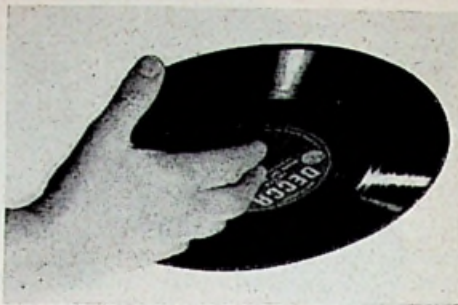
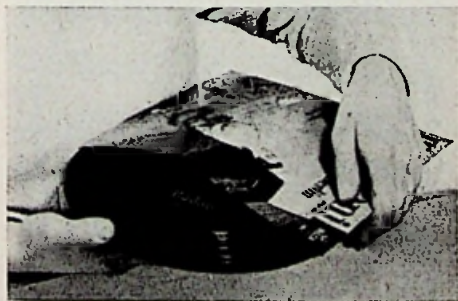

Fig. 73b
Fig. 74 - Het inbrengen of uithalen van een plaat in en uit de hoes
i.p.v. brandschone handen, maar een feit is het dat iedere vingerafdruk een vieze vette vlek op het plaatoppervlak achterlaat, waarop stofdeeltjes zich komen vastzetten. Dit huidvet/stofmengsel is zeer moeilijk te verwijderen, daar het akelig goede hechting aan 't plaatoppervlak vertoont. Past u a.u.b. géén huishoudelijke ontvlekkingsmiddelen toe; in verreweg de meeste gevallen tasten deze 't platenmateriaal aan! Vingerafdrucken dienen dus te worden vermeden, m.a.w. raak het plaatoppervlak, althans het van groeven voorzien gedeelte, nooit met de vingers aan! De plaat dient altijd te worden gehanteerd op de wijze geïllustreerd in fig. 73a; de vingertoppen van beide handen houden de schijf aan de omtrek beet. Een methode om de plaat met één hand vast te houden wordt in fig. 73b aangegeven. Het inbrengen en uithalen van de plaat in en uit de beschermende hoes, kan het beste gebeuren door de hoes tussen borst en linkerhand te klemmen, waardoor de hoes als het ware opspringt. De plaat kan dan vrij eenvoudig uit de hoes worden genomen, resp. er in geschoven, door deze op de in fig. 73b aangegeven wijze vast te pakken. De middelvinger onder het middengat en de duim om de rand geklemd. Op deze wijze glijdt de plaat in en uit de hoes, zonder dat deze langs de hoes schuurt (zie fig. 74).